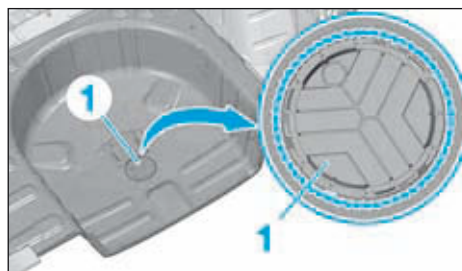

FIG.185
• Appliquer un mastic d'étanchéité indice "A1" sur le bord de l'obturateur (1) (Fig185).